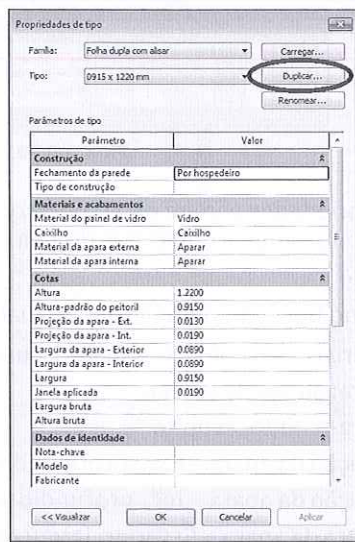
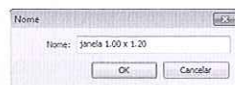

Figura 8.33 – Duplicação da janela.
Figura 8.34 – Nome da janela.
2. Em seguida, selecione **Propriedades de tipo** e, na caixa de diálogo, clique em **Duplicar** (Figura 8.33). Dê um nome à nova janela (Figura 8.34).